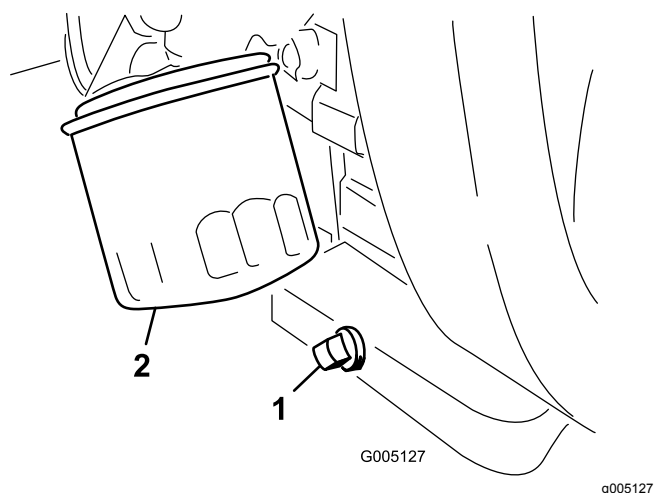

Figure 28
1. Retirez le bouchon de vidange (Figure 28) et laissez couler l'huile dans un bac de vidange. Remettez le bouchon quand la vidange est terminée.
2. Déposez le filtre à huile (Figure 28).